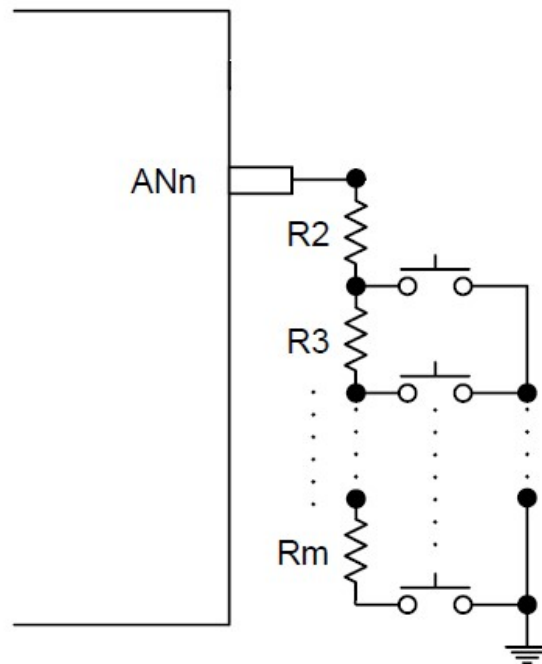

Figure 15-3 ADC 按键输入串联电阻应用参考图
6. 如果 Figure15-3 中的某个键被按下，端口上就会有一个电压值，当这个电压值小于 4.2V（@VDD=5V）时，AMWIF 标志位会被拉高。芯片也会从省电模式醒来，同时进入 ADC 中断